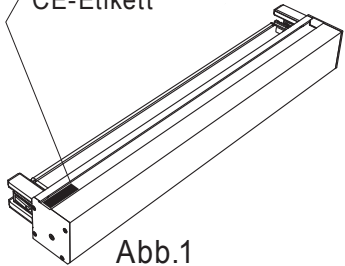

Abb.1
- ▶ Die Typenbezeichnung des Rollos entnehmen Sie dem weißen CE-Etikett am Rollo-Kasten (Abb.1).